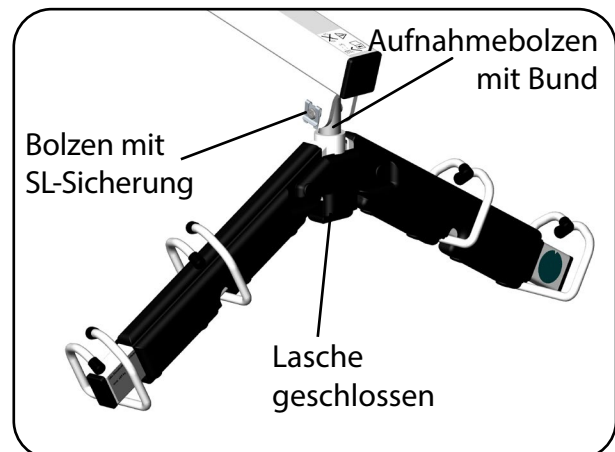

Abb. 6.2.09 - Transportbügel montiert
14. Befestigen Sie den Transportbügel mit dem eingesteckten Aufnahmebolzen mit Bund am Hebearm, indem Sie den Bolzen durch die Bohrungen am Hebearmende stecken. Sichern Sie den Bolzen mit der SL-Sicherung und schließen die Bügelpolsterung (Lasche) (Abb. 6.2.09).